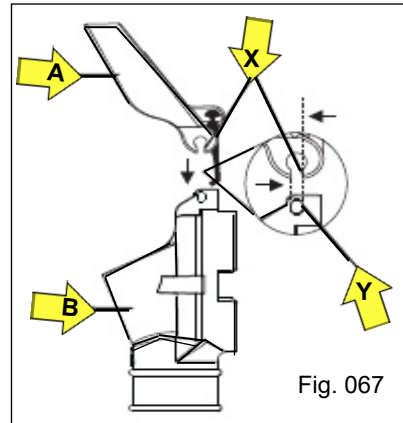

Fig. 067
a) Incline a tampa do bocal “A” de forma que a mesma fique alinhada com a face plana do canal oblongo “X”, direcionando ao encaixe “Y” do pino do bocal (Fig. 067).